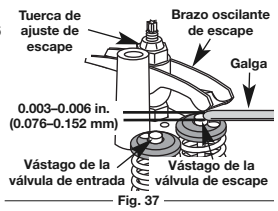

Fig. 37
8. Deslice la galga entre el brazo oscilante y el resorte de retorno de la válvula. Mida el huelgo entre el vástago de la válvula y el vástago del brazo oscilante (Fig. 37). Realice esto en las válvulas de entrada y de escape
- a. Gire la tuerca de ajuste con una llave de 5/16 pulgadas (8 mm) o una guía de tuercas (Fig. 37).